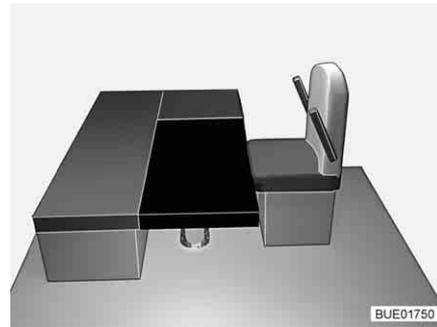

Fig. 116 Dopo la trasformazione
- Collocare il cuscino aggiuntivo rettangolare sul tavolo (davanti al cuscino dei sedili, vedi Fig. 116).